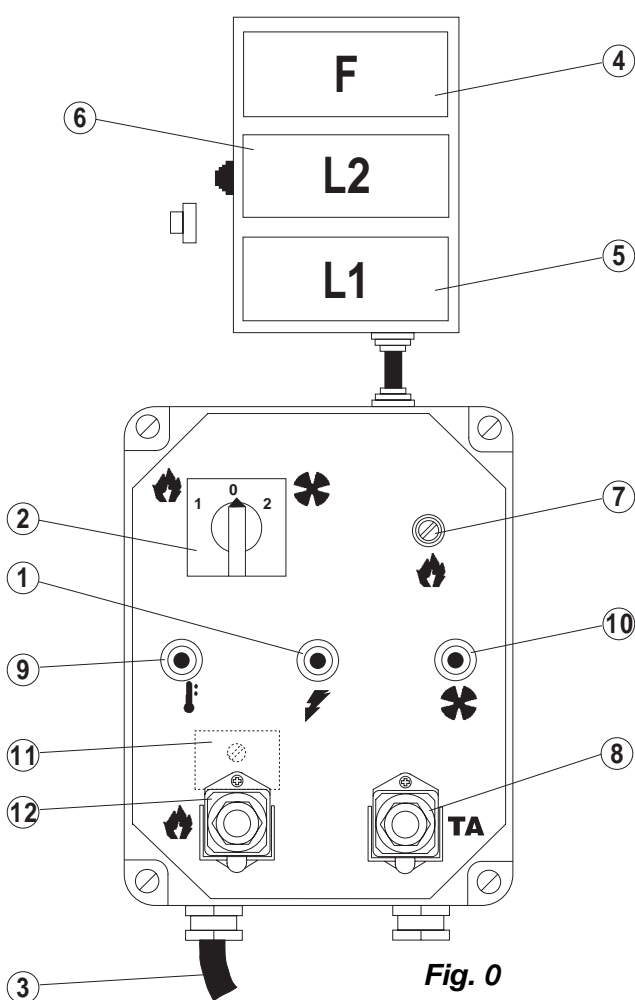

Fig. 0
Имеются три защитные устройства, которые приводятся в действие в случае серьезной неисправности. Устройство управления горелки, которое установлено на горелке и имеет кнопку повторного запуска, автоматически прекращает работу горелки, если пламя гаснет. Терморегулятор перегрева, TS с ручным повторным запуском, приводится в действие, если температура камеры сгорания поднимается выше установленного максимального предела, загорается сигнальная лампочка 9 (Fig. 0) и нагреватель прекращает
работу. Термореле, RT, приводится в действие, если электродвигатель вентилятора начинает использовать количество электричества, превышающее максимально допустимый предел, загорается сигнальная лампочка 10 (Fig. 0) и нагреватель прекращает работу. Если какое-либо из этих защитных устройств приведено в действие, необходимо внимательно проверить, в чем в действительности заключается неисправность прежде, чем нажимать кнопку сброса и снова включать нагреватель (см. ВСТРЕЧАЮЩИЕСЯ НЕИСПРАВНОСТИ, ВОЗМОЖНЫЕ ПРИЧИНЫ И УСТРАНЕНИЯ). Защитное термореле перегрева, TSS, отключает нагреватель, если поток воздуха недостаточен для охлаждения камеры сгорания: нагреватель автоматически включится заново, как только нагреватель в достаточной мере охлажден.
- Подсоедините такие вспомогательные устройства, как комнатное термореле или таймер к распределительному щиту прибора: электропровод должен быть подсоединен при помощи крепежного средства кабеля 8 (Fig. 0) к выводам.
- Установите выключатель 2 (Fig. 0) в положение "0", подключите нагревательный прибор к электрической сети (см. фирменную табличку для электрических спецификаций).
- При работе нагревательного прибора в режиме ручного управления установите выключатель 2 (Fig. 0) в положение  включится форсунка и вскоре после прогрева топочной камеры включится главный вентилятор.
- При работе нагревательного прибора в режиме автоматического управления, установите желаемое значение на выбранном контрольном аппарате, установите выключатель 2 (Fig. 0) в положение , теперь нагревательный прибор будет запускаться и останавливаться автоматически.
- В ручном режиме, установите выключатель 2 (Fig. 0) в положение "0" или, в автоматическом режиме, выключите контрольный аппарат.
Для использования нагревательного прибора только в качестве вентилятора установите выключатель 2 (Fig. 0) в положение.